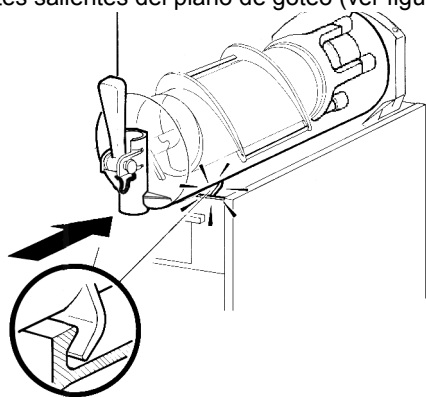

figura 14
- 5 Colocar sobre el evaporador el rascador exterior, acoplando su extremidad anterior al árbol del rascador interior y haciendo coincidir los dientes de arrastre (ver figura 14).